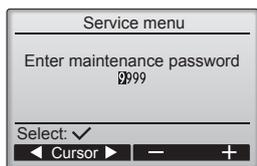

Fig. 7-3
- Bei der Auswahl des Service-Menüs wird ein Fenster geöffnet, das zur Passwordeingabe auffordert. (Fig. 7-3)